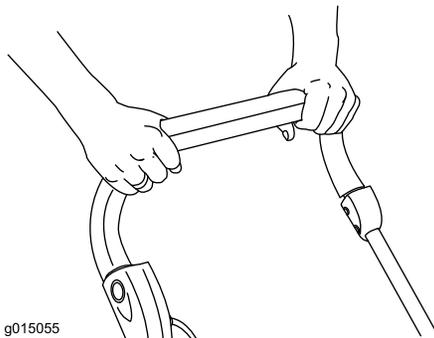

Bild 11
- Halten Sie den Schaltbügel zum Bügel und lassen Sie die Taste los (Bild 11).